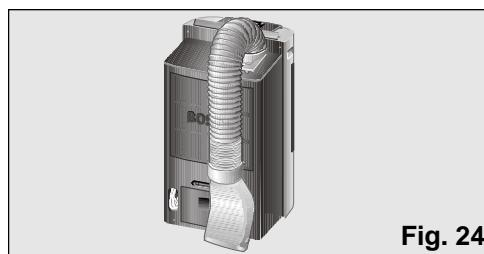

Fig. 24
- Para isso dobra-se o tubo para a parte traseira do equipamento, prendendo-o na fixação do difusor, Fig. 24 e 25.